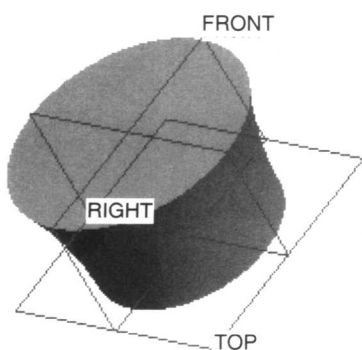
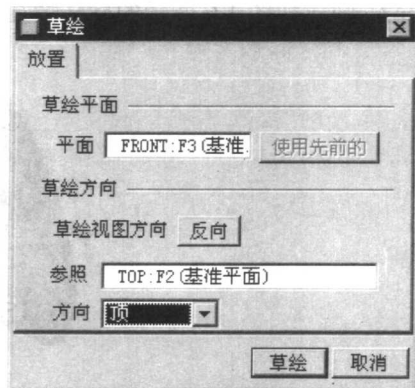

图 1.2 实体旋转特征
图 1.3 “草绘”对话框
Step2. 创建如图 1.2 所示的基础特征——实体旋转特征。
(1) 选取命令：选择下拉菜单 **插入(I)** → **旋转(R)...** 命令。
(2) 在绘图区右击，从弹出的快捷菜单中选择 **定义内部草绘...** 命令；选取 FRONT 基准面为草绘平面，TOP 基准面为参照平面，方向为 **顶**；在如图 1.3 所示的“草绘”对话框中单击 **草绘** 按钮。